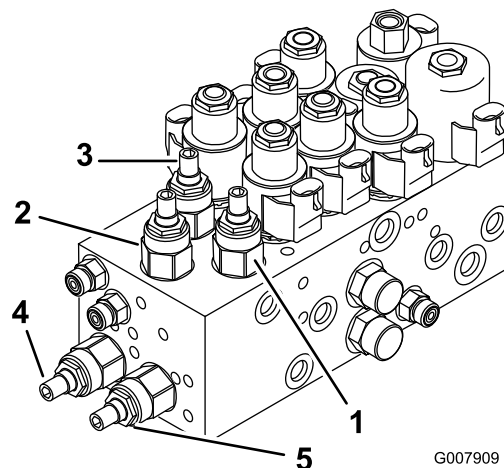
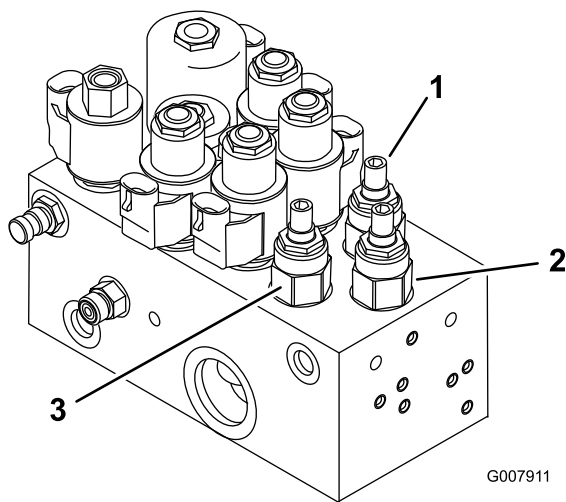

Figura 87
Figura 88
1. Localice las válvulas de ajuste de las unidades de corte deseadas; las válvulas están situadas en el colector de elevación (ver tabla y Figura 87 y Figura 88).